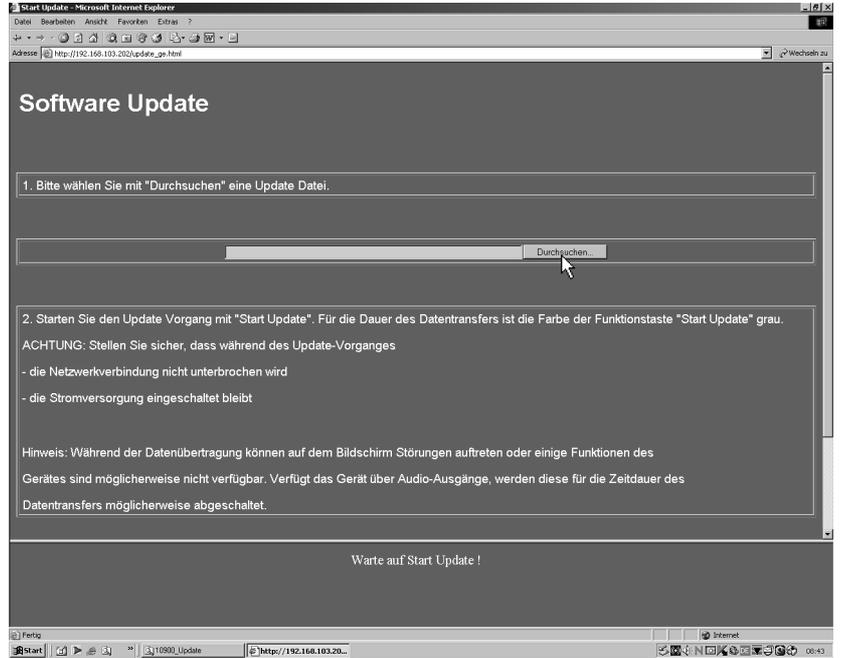

Bild 5-11: Anzeige der Software-Update-Seite („Durchsuchen“)
3. Klicken Sie auf den Menüpunkt „Durchsuchen“ (siehe Bild 5-11).
13. Klicken Sie auf die Schaltfläche „Durchsuchen“ (siehe Bild 5-11) und wählen Sie, wie in Schritt 4 in diesem Abschnitt beschrieben, nun die **vierte** Datei „**p10900_XXXXXX_CONF**“ aus. Wiederholen Sie die Schritte 4 bis 8 nun mit der vierten Datei, bis deren Transfer abgeschlossen ist.